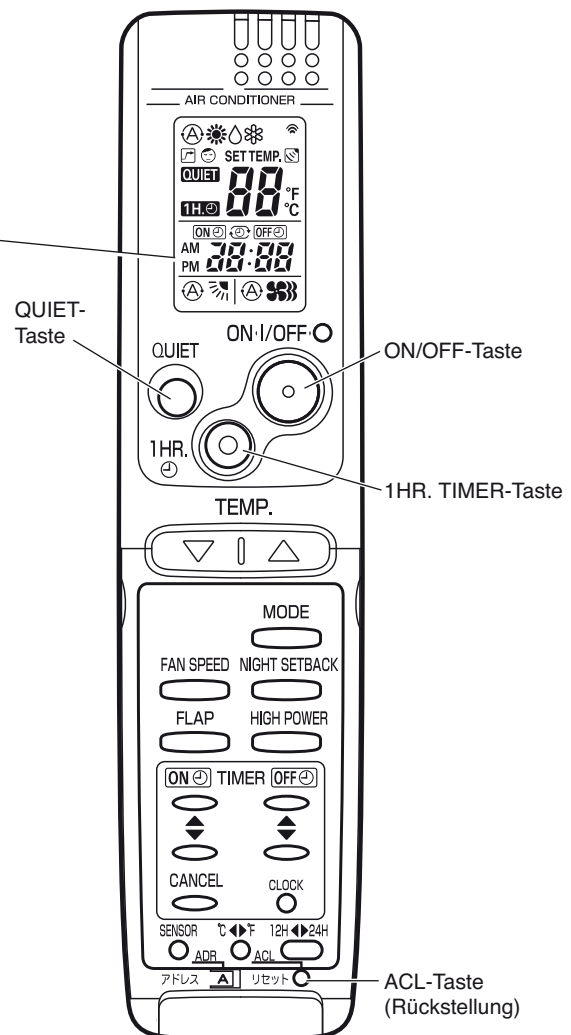

Abb. 64
- (3) Betätigen Sie die QUIET-Taste und die 1HR. TIMER-Taste auf der Fernbedienung. Drücken Sie dann die ACL-Taste (Rückstellung) und halten Sie diese in gedrückter Position. Zum Hineindrücken der ACL-Taste empfehlen wir einen spitzen Gegenstand wie z.B. die Spitze eines Kugelschreibers. Nach 5 Sekunden geben Sie bitte zuerst die ACL-Taste frei, danach erst die Tasten QUIET und 1HR. TIMER. Es erscheint "oP-1" (Probelauf) und beginnt im Display der Fernbedienung zu blinken.
- (4) Bei jeder Betätigung der 1HR. TIMER-Taste verändert sich die Anzeige wie gezeigt. Drücken Sie die Taste zweimal, um zum Display "oP-7" (Adresseneinstellung) umzuschalten (Abb. 64).
- (5) "oP-7" ist nun neu eingestellt.
- (6) Betätigen Sie jetzt die ON/OFF-Taste auf der Fernbedienung. (Abb. 64) Stellen Sie sicher, daß im zweiten Innenraumgerät ca. 5 hörbare Alarmtöne ausgelöst werden. Wenn dieser Alarm ertönt, zeigt dies an, daß die Adresse der Fernbedienung verändert wurde.
- (7) Schließlich ist die ACL-Taste (Rückstellung) auf der Fernbedienung zu betätigen, um die blinkende "oP-7"-Anzeige zu löschen (Abb. 64).